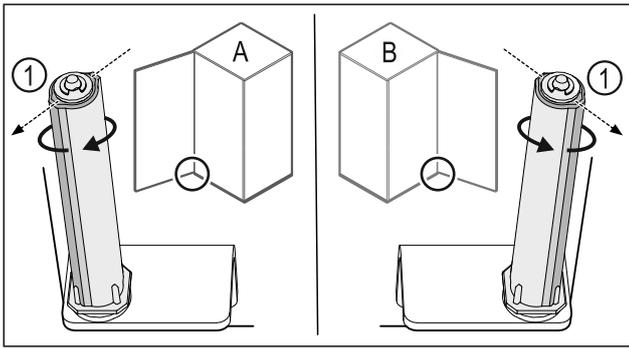

Fig. 39 Tope izquierdo (A)/tope derecho (B)
- ▶ Gire el sistema de bloqueo contra la resistencia hasta que la barra del sistema de bloqueo Fig. 39 (1) esté orientada hacia el exterior.